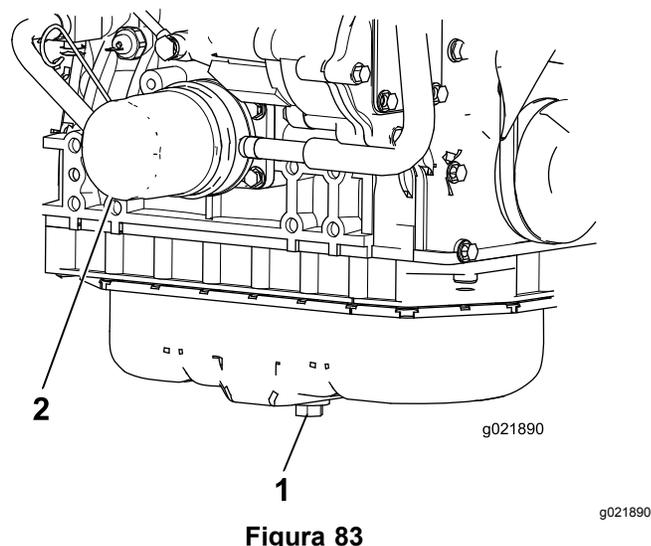

Figura 83
3. Togliete il filtro dell'olio (Figura 83).
1. Togliete il tappo di spurgo e lasciate defluire l'olio in una bacinella (Figura 83).